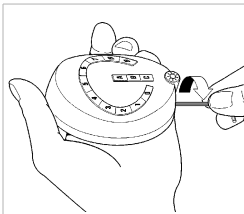

Abb. 2
- Die Verschlusschraube losschrauben - Abb. 2